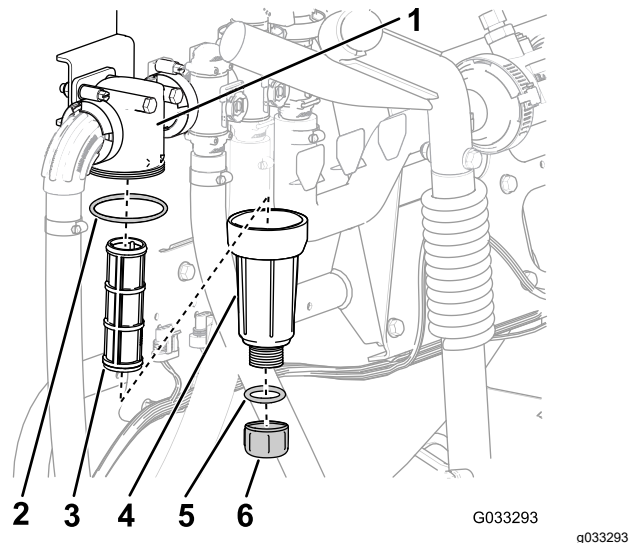

Figura 30
- Coloque un recipiente de drenaje debajo del filtro de presión (Figura 30).
- Gire el tapón de vaciado en sentido antihorario y retírelo de la cubeta del filtro de presión (Figura 30).
- Enrosque la cubeta en sentido antihorario y retire la cabeza del filtro (Figura 30).
- Retire el elemento del filtro de presión (Figura 30).
- Inspeccione la junta del tapón de vaciado (situada dentro de la cubeta) y la junta de la cubeta (situada dentro de la cabeza del filtro) en busca de daños o desgaste (Figura 30).
8. Instale el elemento del filtro de presión en la cabeza del filtro (Figura 30).
9. Instale la cubeta en la cabeza del filtro, y apriétela a mano (Figura 30).
10. Coloque el tapón de vaciado en el acoplamiento inferior de la cubeta, y apriete el tapón a mano (Figura 30).